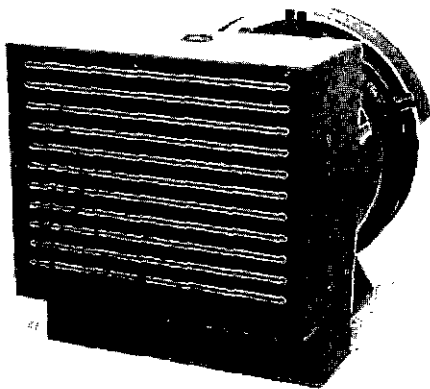

FIGURE 6-1
1. Démonter les couvercles de la boîte à bornes (figure 6-1 et 6-2)